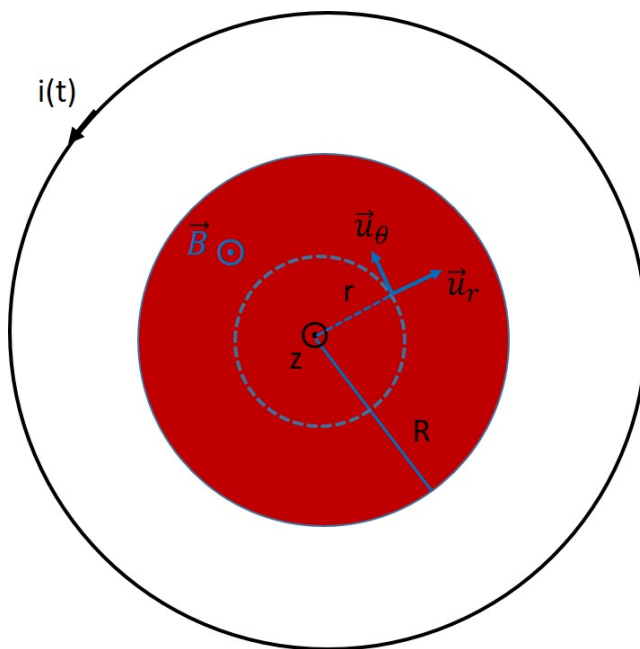

FIGURE 2 – Vue en coupe du système solénoïde barreau
- Calculez l'expression de la circulation e du champ électromoteur $\vec{E}$ sur un cercle d'axe Oz et de rayon $r < R$ (Fig.2). On prendra soin d'orienter le contour et de préciser le sens de la normale $d\vec{S}$.